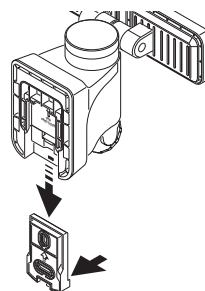

Figure 2
1. Appuyez sur la languette au bas de la plaque de montage, puis faites glisser cette dernière du corps de l'appareil (voir la Figure 2).